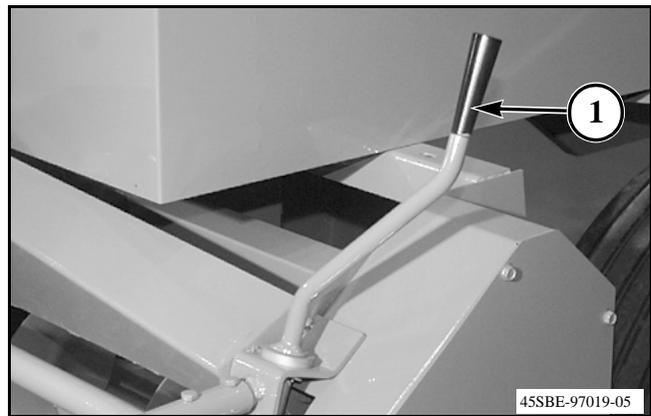

FIG. 5
FIG. 5: Asegúrese de que el tractor y la enfardadora estén estacionados en una superficie nivelada. Instale y gire la palanca de trinquete o la manivela manual (1) hasta que los dientes del recolector estén a 25 mm (1 pulg.) del suelo.